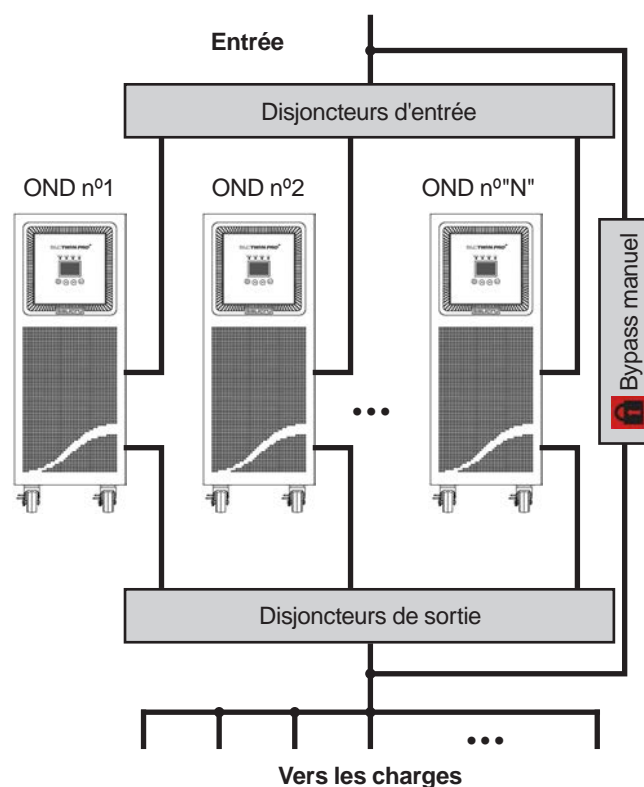

Fig. 12. Installation en parallèle OND's TWIN PRO et TWIN/3 PRO jusqu'à 10 kVA, avec tableau de protections et bypass manuel.
- Il faut doter à l'installation d'un tableau électrique pourvue des protections individuelles d'entrée, sortie et bypass statique (ce dernier seulement en version **TWIN/3 PRO > 10 kVA**), en plus d'un bypass manuel avec blocage mécanique, voir des figures 12 et 13.
- Dans les figures 12 et 13 il y a une représentation conceptuelle d'un tableau de protections avec bypass manuel pour un système en parallèle, ne valide que pour un équipement en adaptant le nombre d'interrupteurs.